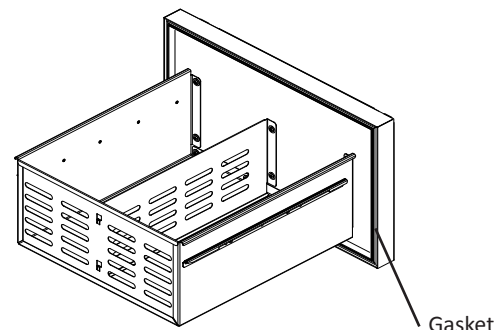

Figure 11
1. A Des vis à bois type #10 à tête cylindrique bombée doivent être utilisées pour fixer le panneau de revêtement. Un total de 8 vis par tiroir (modèles 60) et de 10 vis (modèles 80) sera nécessaire (Voir la Figure 11). La quantité de vis nécessaire est livrée avec l'appareil.